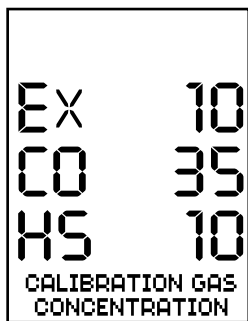

Fig. 13
O Ajuste da Concentração do Gás de Teste pode ser configurado pressionando-se o botão “PEAKS/NO” enquanto o parâmetro Ajuste da Concentração do Gás de Teste estiver sendo exibido durante o aquecimento (Fig. 13). Para pular este passo, pressione o botão “POWER/SELECT” ou aguarde 5 segundos. Este ajuste pode ser alterado para coincidir com seu gás de teste caso não tenha as mesmas concentrações que a Mistura Padrão de Quatro Gases de Calibração 3M de 35 ppm CO, 10 ppm H2S, 10% LEL (Metano), 18% Oxigênio e o restante de Nitrogênio. Utilize os botões de seta para ajustar o dígito em destaque ou o botão “POWER/SELECT” para avançar ao dígito seguinte. A faixa permitida para a Concentração do Gás de Teste é: Monóxido de Carbono (CO) - 25 a 200 ppm, Sulfeto de Hidrogênio (H2S) – 10 a 100 ppm e Gás Combustível (EX) – 10% a 50% LEL (LIE). Se a proteção de senha tiver sido configurada, você será solicitado a inserir a senha para alterar o Ajuste da Concentração do Gás de Teste.